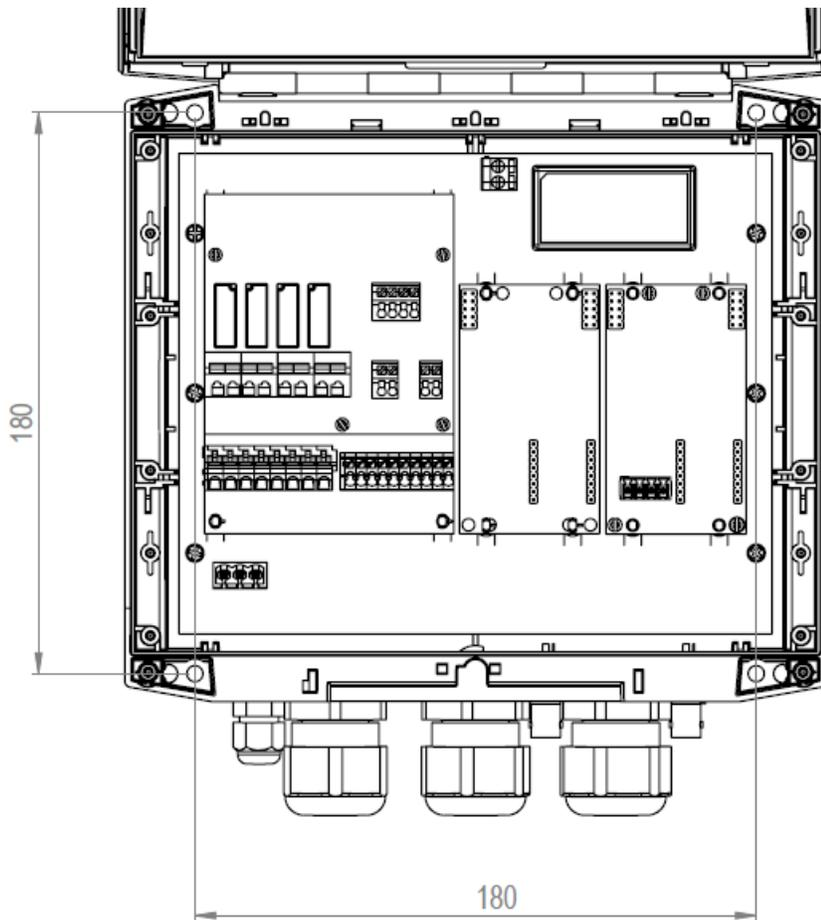

Fig. 2 - Misure per il fissaggio a muro 229l x 204h
Rispettare le norme in vigore nei diversi paesi per quanto riguarda l'installazione elettrica (Fig. 2). Lo strumento non viene fornito con cavo di alimentazione. **L'apparecchiatura deve essere collegata alla rete di alimentazione tramite un interruttore onnipolare sezionatore avente una distanza minima tra i contatti di mm. 3.** Prima di accedere ai dispositivi di collegamento, tutti i circuiti di alimentazione debbono essere interrotti.
Per accedere ai 4 fori di montaggio, rimuovere le chiusure sui punti di montaggio (A) che si trovano su ciascun angolo dello strumento, svitare con un giravite a croce le quattro viti poste al di sotto delle chiusure, per aprire poi il pannello frontale (vedi Fig.2).